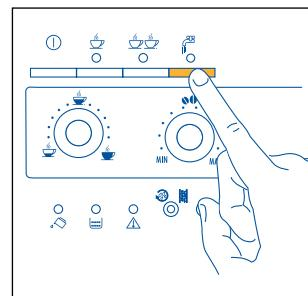

Рис. 21
- Нажмите кнопку  , рис. 21. Загорится индикатор  , указывая, что функция выбрана.
- Нажмите кнопку  , рис. 21. (Рекомендуется не выливать горячую воду больше, чем 2 минуты подряд).